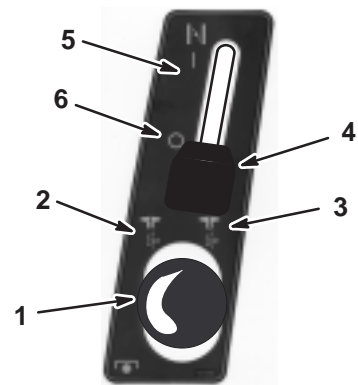
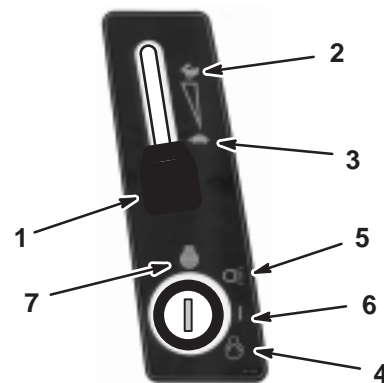

Figure 10
Figure 11
4. Débrayez la PdF (Fig. 10).
5. Si le moteur est froid, placez la commande de starter en position En service (Fig. 10).
6. Réglez la manette d'accélérateur en position de ralenti (Fig. 11).
7. Tournez la clé de contact dans le sens des aiguilles d'une montre et maintenez-la en position de démarrage (Fig. 11). Relâchez-la quand le moteur démarre.
8. Lorsque le moteur a démarré, amenez progressivement la manette de starter en position Hors service (Fig. 10) et la manette d'accélérateur en position de régime maximum (Fig. 11).
1. Placez la manette d'accélérateur en position de ralenti (Fig. 11).
2. Tournez la clé de contact à la position contact coupé ("OFF") (Fig. 11).